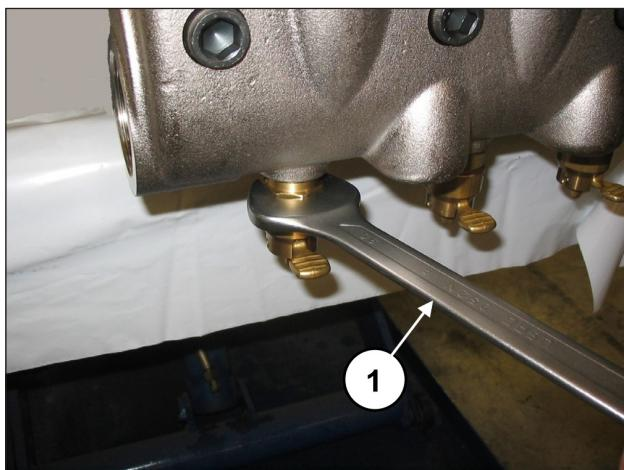

图 103
拧松阀门打开装置，可使用30毫米的扳手（位置①，图 103）。